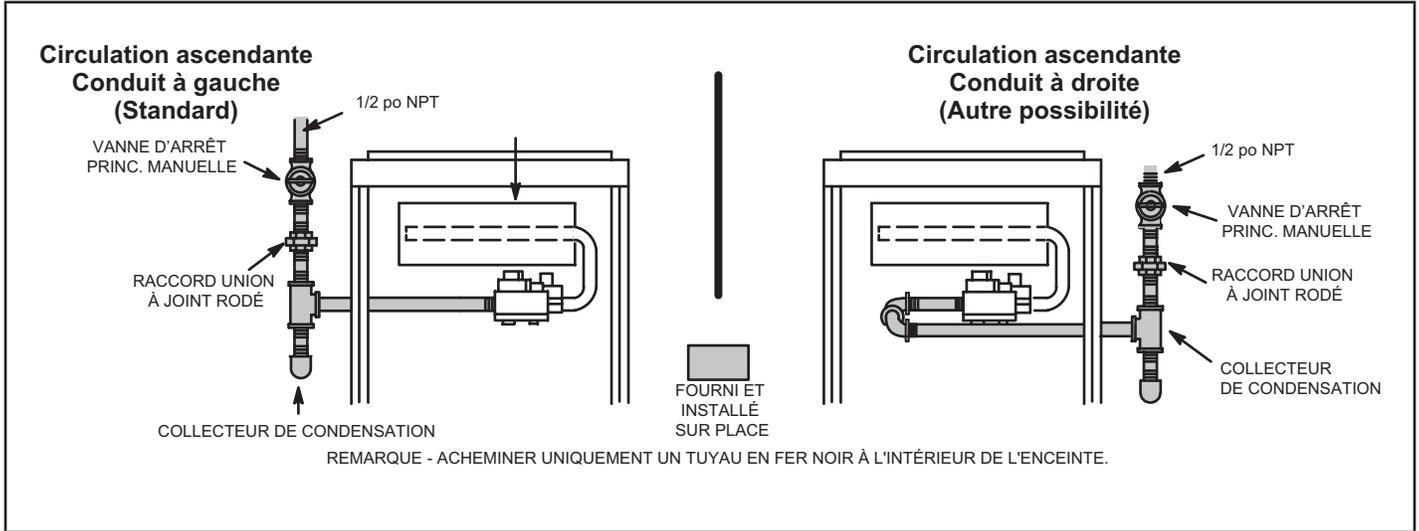
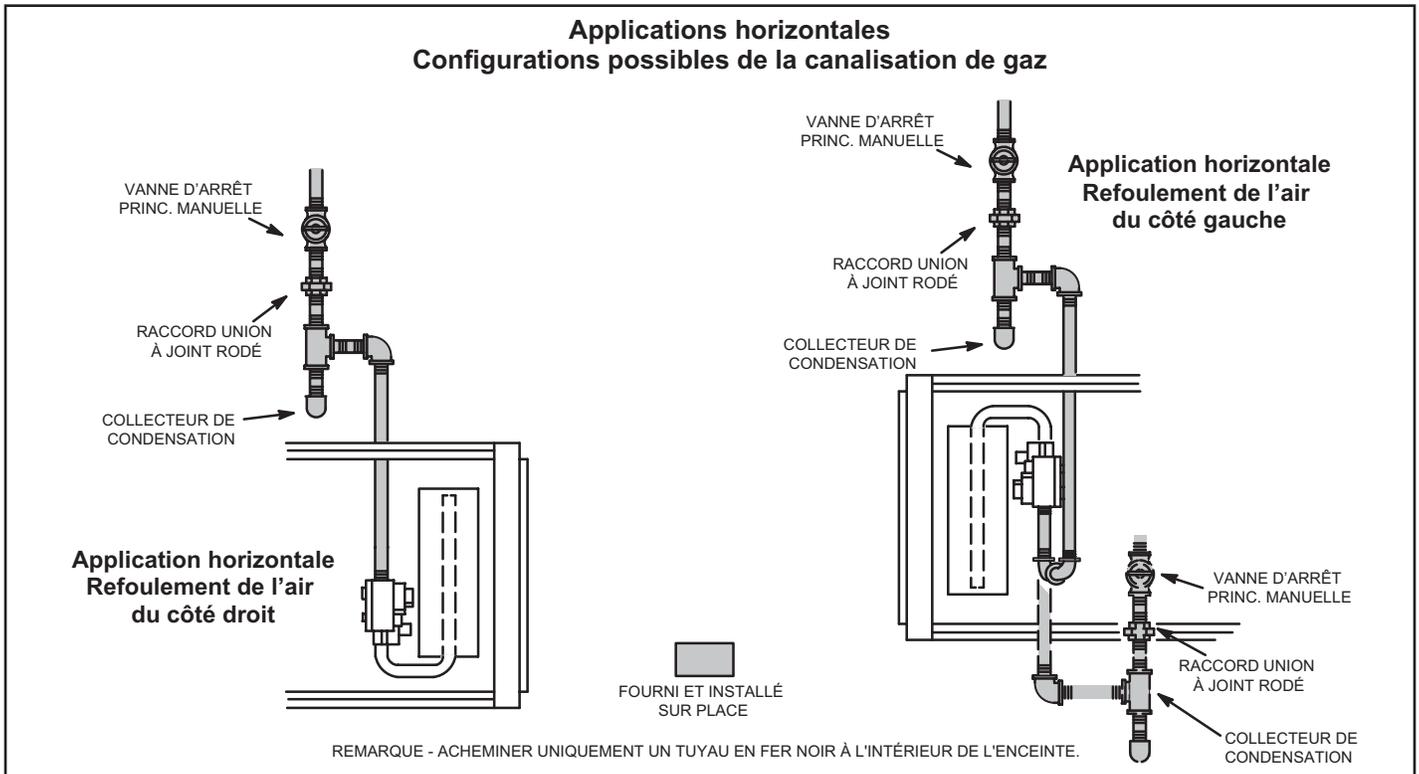

FIGURE 56
FIGURE 57
- 1 - La canalisation de gaz peut pénétrer dans l'appareil par le côté droit ou le côté gauche. La canalisation d'alimentation entre dans la vanne de gaz par le côté de la vanne, comme illustré à la FIGURE 56. Connecté la canalisation de gaz sur la vanne. La canalisation de gaz doit être serrée à un couple minimum de 350 livres et un maximum de 800 livres sur la vanne de gaz.
- 3 - La canalisation de gaz ne doit pas traverser les conduits d'air, les chutes à linge sale, les cheminées ou conduits d'évacuation des gaz, les monte-plats ou les cages d'ascenseur. Centrer la canalisation de gaz dans l'ouverture. La canalisation de gaz ne doit pas toucher le côté de l'unité. Voir FIGURE 56 et FIGURE 57.